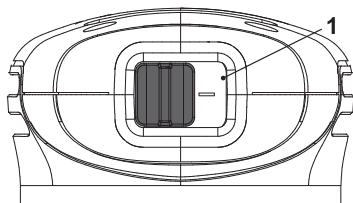

Fig. 10
- > Faites glisser l'interrupteur marche/arrêt (1) vers la gauche (du point de vue de l'opérateur) pour mettre en marche le produit (Fig. 10).